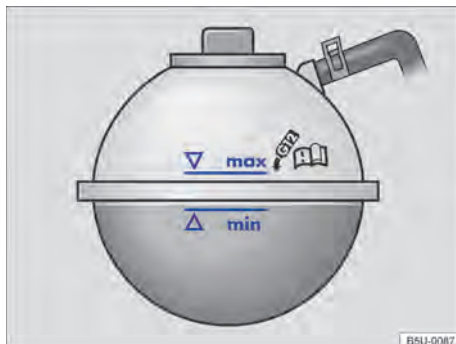

Fig. 134 No compartimento do motor: marcação no reservatório de expansão do líquido de arrefecimento do motor.
- Com o motor frio, verificar o nível do líquido de arrefecimento do motor pela marcação lateral do reservatório ⇒ Fig. 134.
- O nível do líquido de arrefecimento do motor deve permanecer dentro da marcação do reservatório ⇒ Fig. 134. **Não completar acima da marca "max"** ⇒ .
- Completar com líquido de arrefecimento do motor somente até a marca “max” ⇒ Fig. 134. Caso contrário, ao aquecer-se, o líquido excedente seria expulso do sistema de arrefecimento e poderia causar danos.